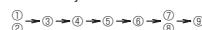

Fig. 4-1
- Înainte de a pune în funcțiune unitatea, asigurați-vă că descreperăți PARTEA SUPERIORĂ A CARCASEI COMPRESORULUI și PARTEA FRONȚALĂ A CARCASEI COMPRESORULUI și că scoateți piesele fixate ale COMPRESORULUI. (Fig. 4-1)